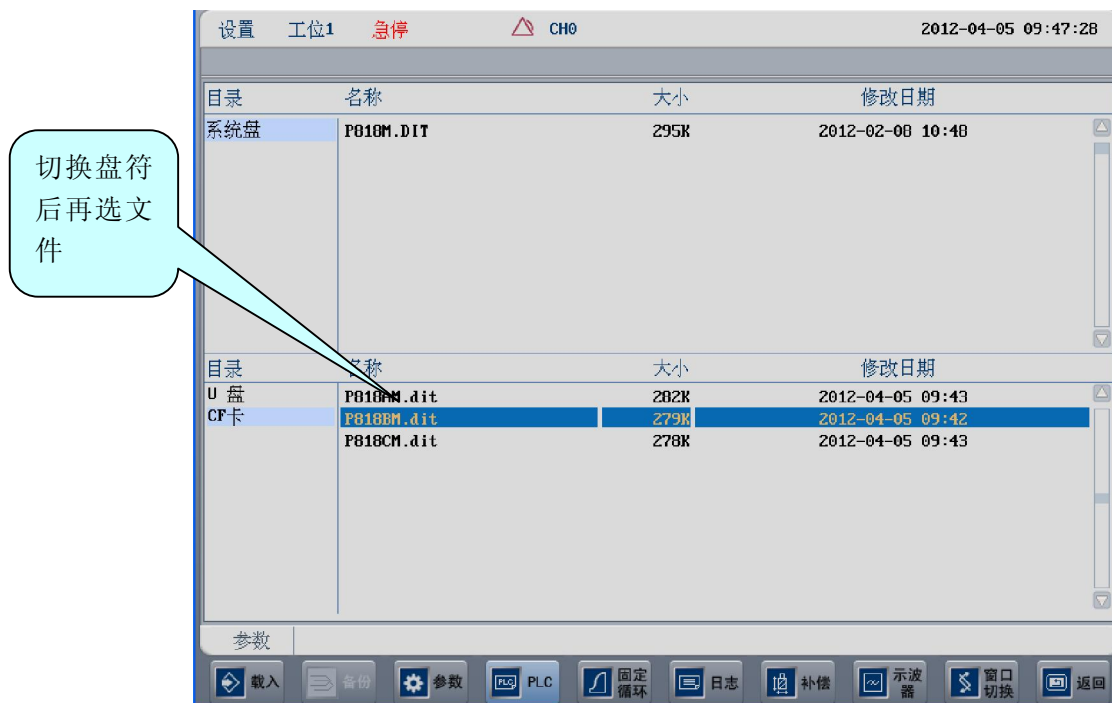

图 4.3.2 窗口切换和文件选择
- 4) F9 “窗口切换”, 选择目的盘是 U 盘还是 CF 卡; (如图 4.3.2);
- 5) 用↑、↓、←、→选择被载入的文件; (如图 4.3.2);